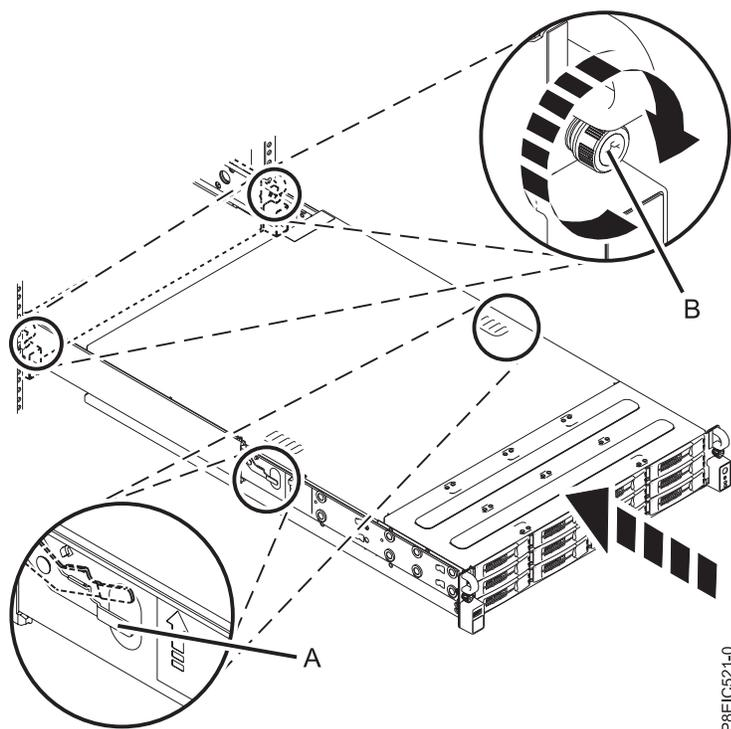

Figure 119. Mise en position de fonctionnement du système
5. Libérez les taquets de sécurité des glissières (**A**) en les soulevant, comme illustré dans la figure 119, puis insérez le système complètement dans l'armoire.